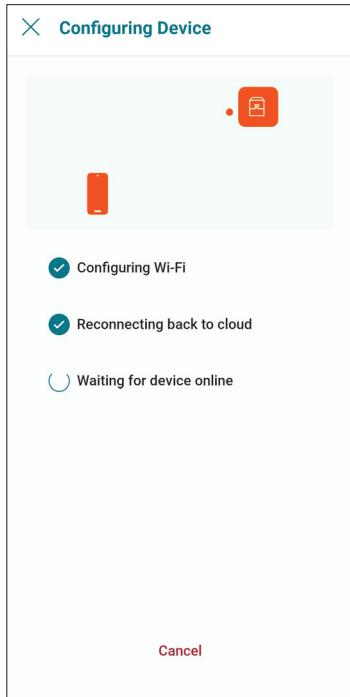

Figure 119. Configuration de l'appareil
- L'appli Raymote transmet les identifiants réseau Wi-Fi à votre appareil. Cela pourrait nécessiter quelques secondes, voir **Figure 119**.